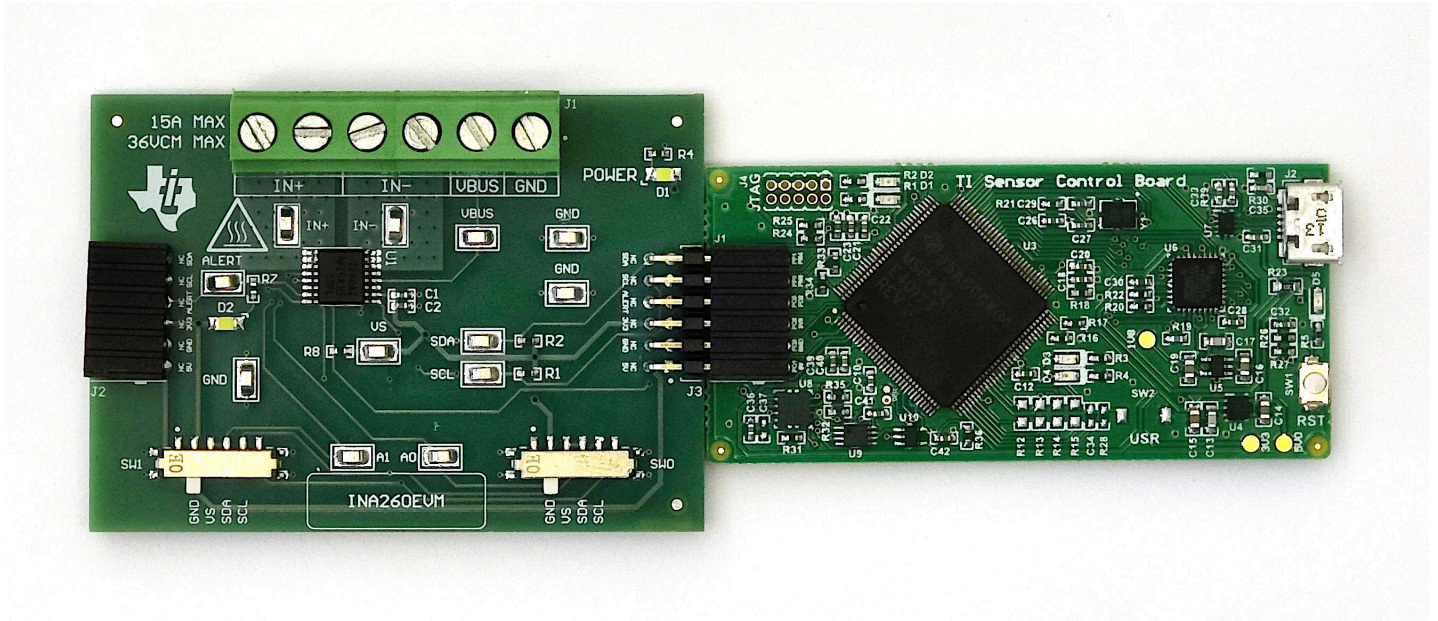

图 2-1. EVM (左) 连接到 SCB 控制器 (右)
- 如图 2-1所示，将 EVM 连接到 SCB 控制器。
若要将 EVM 和 SCB 控制器 (单独销售) 搭配使用, 如图 2-1 所示连接 EVM。